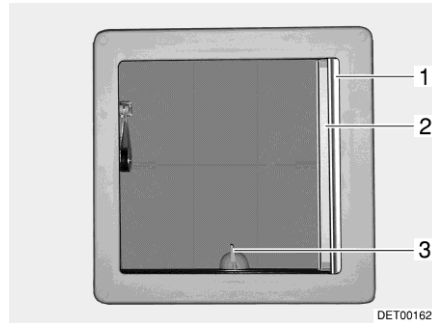
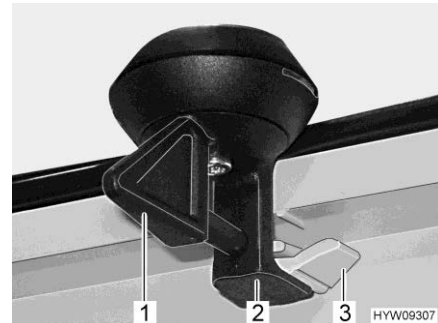

Fig. 64 Oblò inclinabile
Fig. 65 Bloccaggio (oblò inclinabile)
- Ruotare la leva (Fig. 64,3 o Fig. 65,1) di un quarto di giro.
- Girare la leva di un quarto di giro. Il bloccaggio (Fig. 65,2) deve entrare nell'aggancio inferiore (Fig. 65,3).
- Tirare la tendina oscurante pieghevole (Fig. 64,1) fino alla posizione desiderata e rilasciare. La tendina oscurante pieghevole rimane in questa posizione.
- Estrarre la zanzariera a rullo (Fig. 64,2) fino a quando non scatta il bloccaggio dalla parte opposta.